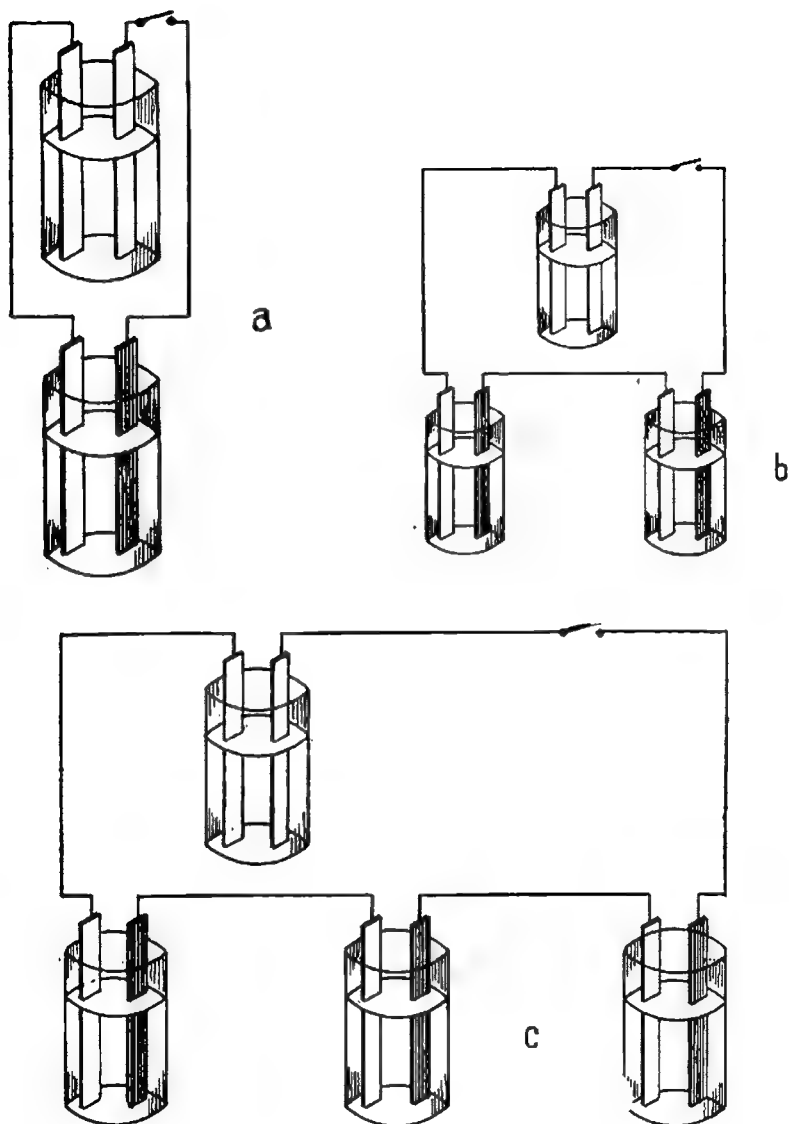

Fig. 7. a, b, c — Circuite electrice
7. Intensitatea curentului. Să facem mai multe montaje de circuite simple, așa cum arată fig. 7, compuse din: pilă, o sârmă și voltametrul.